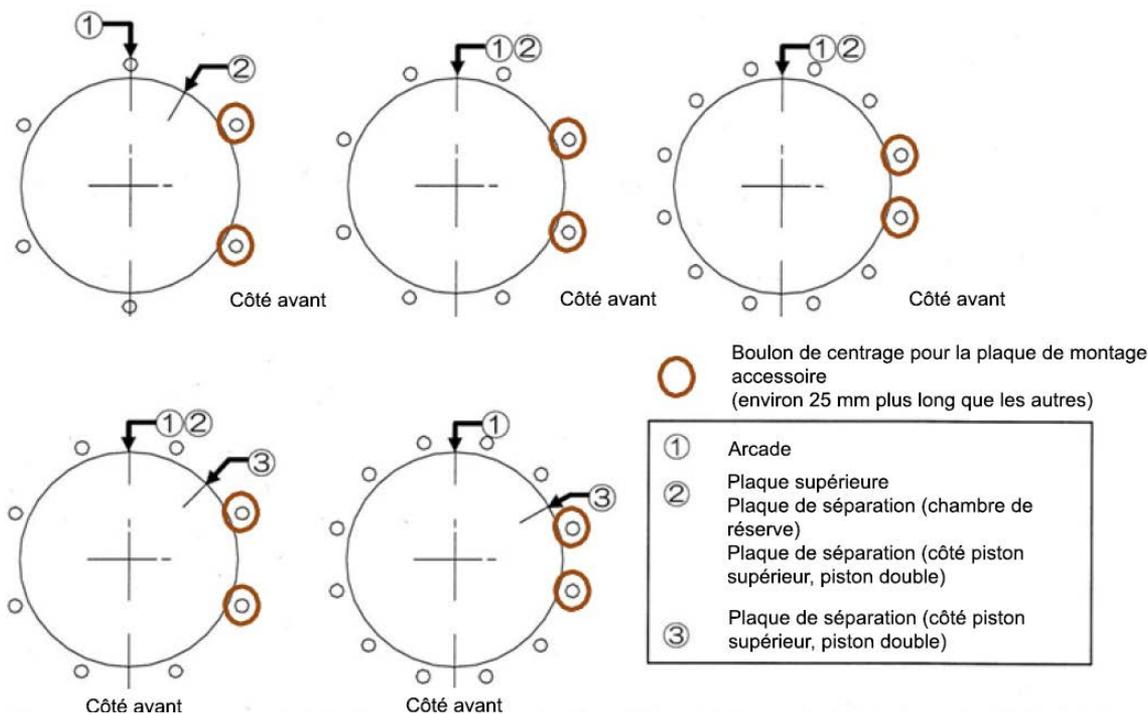

Figure 18 - Position des boulons de centrage
15. Assurez-vous que les raccords d'air sont correctement positionnés. Placez les boulons de centrage dans les trous de la plaque supérieure et de l'arcade. Installez les rondelles à ressort et les écrous, en les serrant légèrement à la main. Installez les rondelles à ressort et les écrous sur le côté inférieur de l'arcade, en les serrant à la main. Assurez-vous que la position des boulons de centrage (mesurant environ 25 mm de plus que les autres) de la plaque de montage accessoire, si elle est présente, correspond à celle indiquée dans la Figure 18.